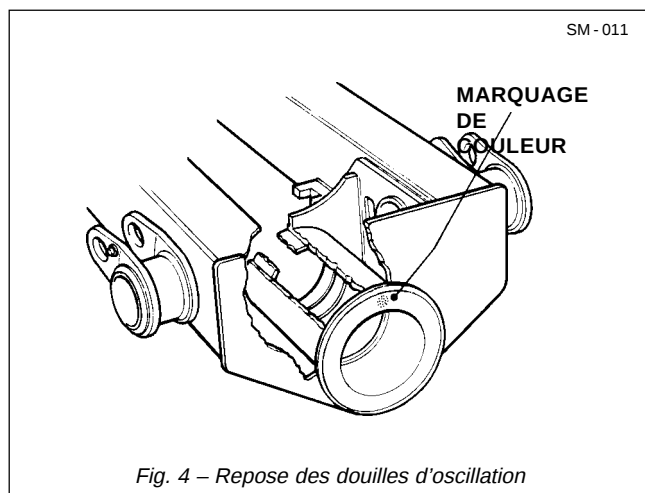

Fig. 4 – Repose des douilles d'oscillation
2. Appliquez de la Loctite (3) et du Loc Quick Primer (4) et alignez les nouvelles douilles (2) sur le carter avec les orifices de graisse alignés à la verticale et avec le 'MARQUAGE DE COULEUR' d'identification au point mort haut. Reportez-vous à la Fig. 4. Insérez les douilles (2) dans le carter en utilisant un marteau à garniture douce pour veiller à la protection.
3. Reposez le bouchon (25) dans l'orifice de niveau/remplissage sur l'ensemble du pivot (1). Reposez le joint (5) et la plaque de recouvrement (6) sur le côté du moyeu d'oscillation et fixez avec les boulons (7) et les rondelles (20).
4. Reposez le bouchon (25) dans l'orifice de vidange de la cavité sur la partie inférieure du moyeu d'oscillation.
5. Reposez les bouchons (28) dans les orifices de graisse du roulement d'oscillation.
6. Enduisez légèrement la bague en 'V' (10) et les surfaces usinées de pivot avec de la graisse EMS19014 (26) et reposez la bague en 'V' (10) avec la lèvre dirigée vers l'arrière, à l'avant du moyeu d'oscillation.
7. A l'aide de l'équipement de levage adéquat et en veillant à ne pas endommager les douilles (2) ou les filets du pivot, reposez l'ensemble du pivot (1) dans le cadre arrière.
8. Filetez l'écrou de poussée (11) sur l'ensemble du pivot (1) et serrez comme suit :
- a) Maintenez l'ensemble du pivot (1) pour éviter qu'il n'oscille en